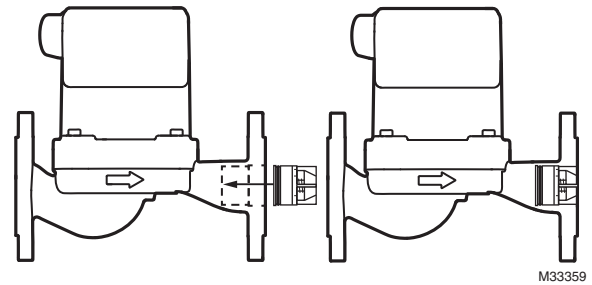

Fig. 6. Revise la válvula de retención.
- Sostenga la válvula de retención de manera que el extremo con la junta tórica entre primero en la bomba. Luego, presione la válvula de retención en el compartimiento del lado de la salida del circulador. Presione bien hasta que encaje en su lugar (consulte la Fig. 6).